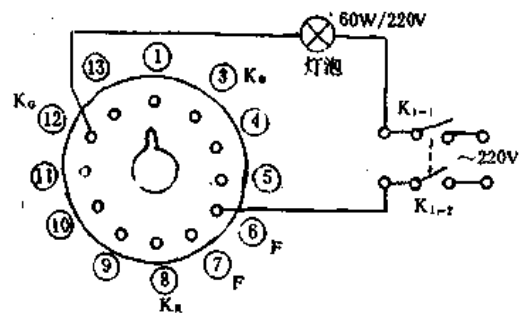

图 5-17 电击法修彩管电极短路
例二：如图 5-17 所示为彩色显像管的绿阴极与灯丝碰极短路，造成无图像、满屏绿色。拔下显像管管座和高压帽，取三根塑料导线，一根将灯丝①脚(或⑦脚)与彩电电源开关  $K_{1-2}$  左端相连，第二根将 60W 白炽灯泡与  $K_{1-1}$  左端相连，第三根将灯泡与绿阴极  $K_0$ (⑫脚)相连。然后开机进行瞬间电击，如果发现管颈部位有火花，且灯泡闪亮一下即灭，则说明电击成功。如不行可多开几次开关进行电击。